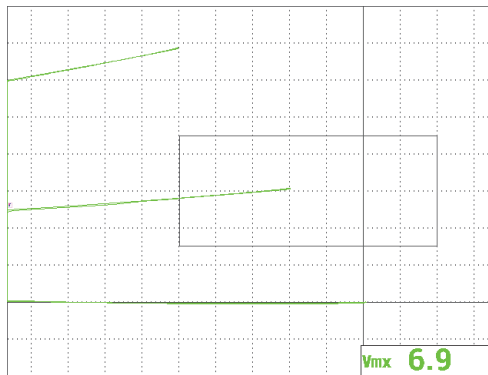

Abbildung 5-82 Vertikale Position des Signals, um Probe anzunehmen oder nicht anzunehmen
14. Koppeln Sie die Sonde an verschiedene Leitfähigkeitsproben und schätzen Sie die vertikalen Positionen der Signale ein, um zu entscheiden, ob die Probe angenommen oder nicht angenommen wird (siehe Abbildung 5-82 auf Seite 201). Die vertikale Position oder Höhe des Signalendpunkts zeigt die Leitfähigkeit an, die zur Annahme oder nicht Annahme verwendet wurde. Die horizontale Position zeigt den Liftoff an.